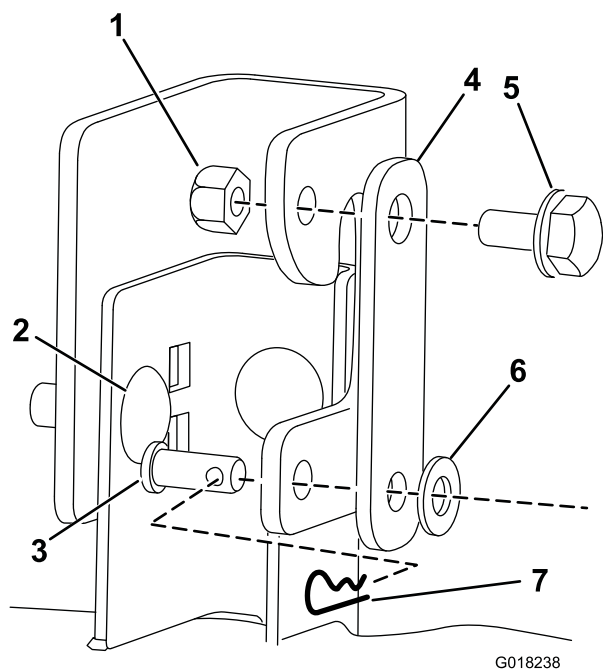
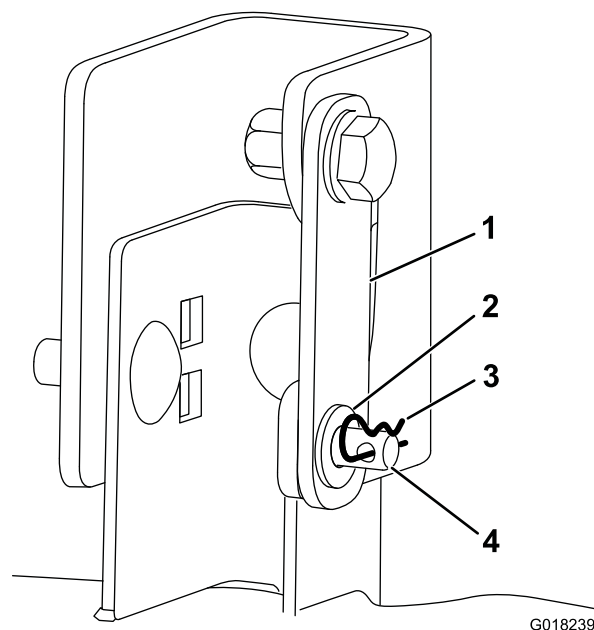

Figura 5
Figura 6
6. Montate una staffa di supporto del piatto di taglio su ogni supporto di sospensione con un bullone di spallamento e un dado di bloccaggio (Figura 5).
Nota: Montate il bullone di spallamento attraverso il foro superiore in ogni supporto di sospensione (Figura 5).
7. Dopo aver sospeso i supporti di sospensione sull'asta di sollevamento posteriore, montate l'estremità aperta di ogni staffa di supporto del piatto di taglio sul supporto di sospensione con un perno con testa, una rondella piana e una coppiglia (Figura 5 e Figura 6).